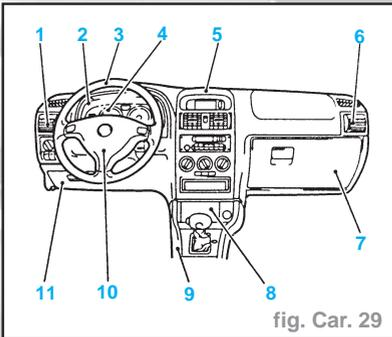

fig. Car. 29
la fiche de faisceau de câbles de l'unité Airbag côté passager avant, l'unité Airbag côté conducteur (10), volant (3), le revêtement de commutateur de signalisation, le commutateur d'essuie-glace et commutateur de clignotants (fig. Car. 29).